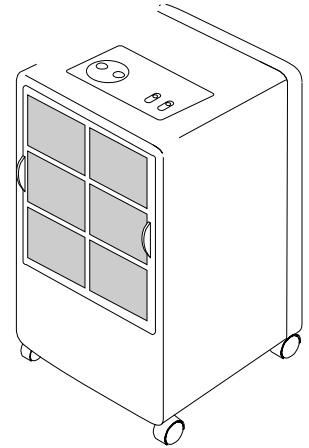

Abb. 4
- Zum Herausnehmen des Filters, den Filter nach oben herausziehen (Abb. 4).